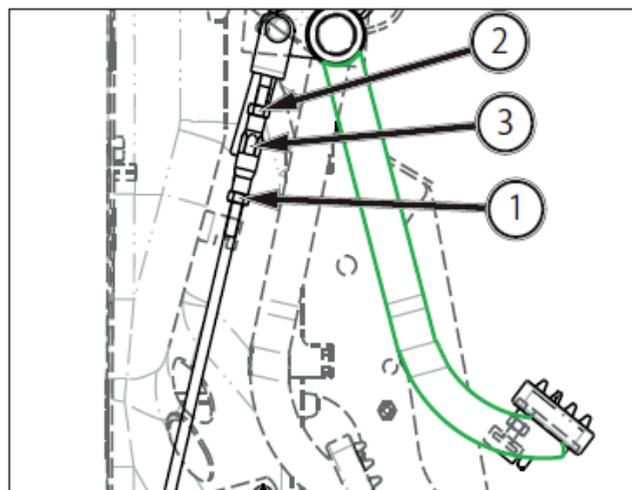

FIG. 124
FIG. 124: Para ajustar el recorrido del pedal de acoplamiento, afloje la tuerca de bloqueo (1), rosca derecha, y la tuerca de bloqueo (2), rosca izquierda. Gire el tensor (3) de la varilla para obtener el recorrido correcto. Si se alarga la varilla se aumenta el recorrido, si se acorta se disminuye.